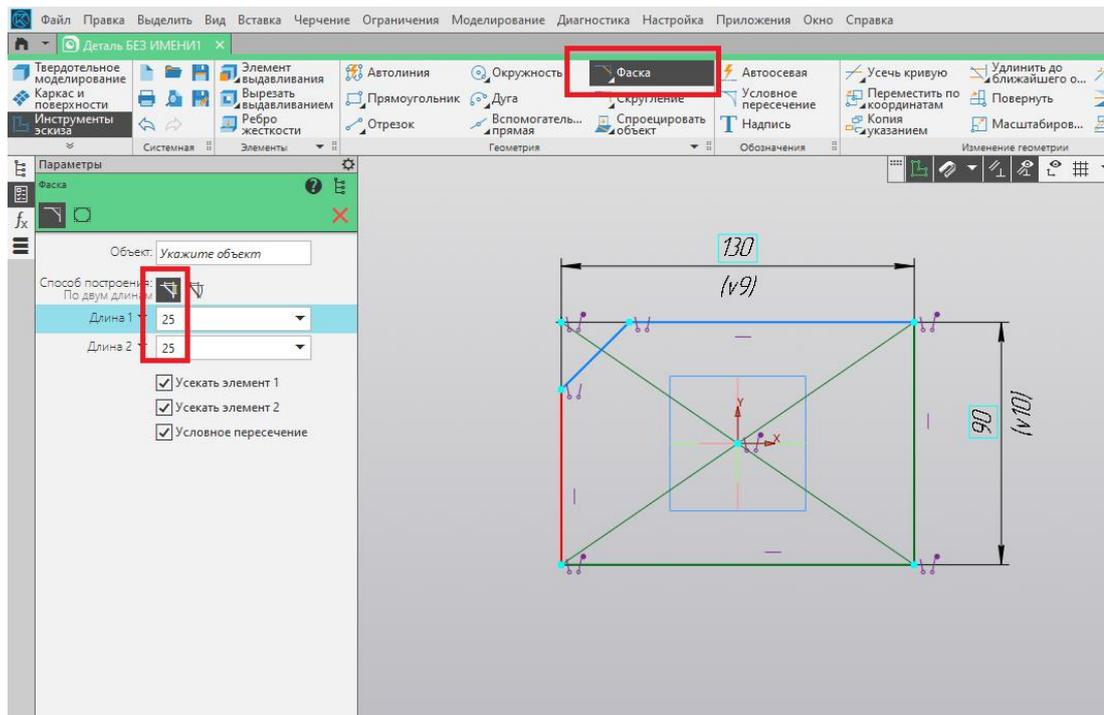

Рис. 76
4. Проставляем размеры основания и при помощи команды «Фаска» отсекаем углы прямоугольника (рис. 76).